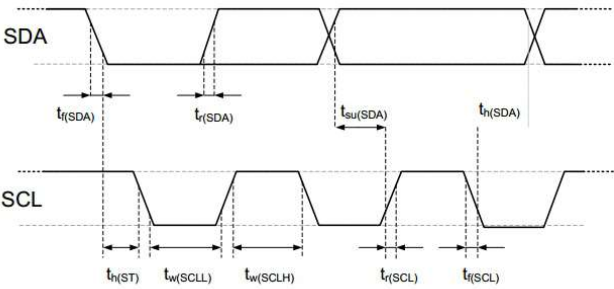

图12 数字输入/输出端的时序图、缩略语在表 8 中进行了解释。较粗的 SDA 线由传感器控制、普通的 SDA线由单片机控制。请注意 SDA 有效读取时间由前一个转换的下降沿触发。
SDA 引脚用于传感器的数据输入和输出。当向传感器发送命令时，SDA 在串行时钟（SCL）的上升沿有效，且当 SCL 为高电平时，SDA 必须保持稳定。在 SCL 下降沿之后，SDA 值可被改变。为确保通信安全，SDA 的有效时间在 SCL 上升沿之前和下降沿之后应该分别延长至 TSU and TH0 -参考图 12。当从传感器读取数据时，SDA 在 SCL 变低以后有效 (TV)，且维持到下一个 SCL 的下降沿。
电气特性，如功耗、输入和输出的高、低电平电压等，依赖于电源供电电压。为了使传感器通讯顺畅，很重要的一点是，确保信号设计严格限制在表 7、8 和图 12 所给出的范围内）。
表 8 I²C快速模式数字输入/输出端的时序特性。具体含义在图12 有所显示。除非另有注明。